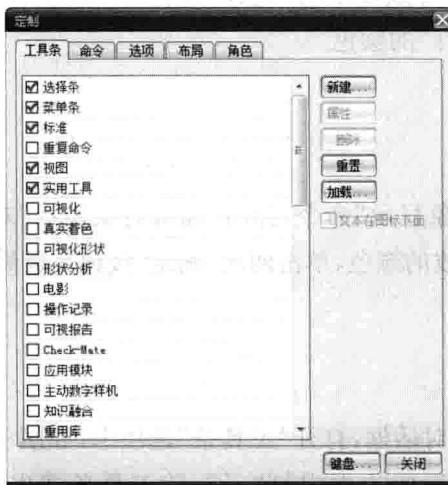

图 1.11 “工具条”选项卡
(1) 选择“工具” | “定制”命令，弹出“定制”对话框，打开“工具条”选项卡，如图 1.11 所示。选择所需的工具条，并在该工具条名称前面的方框中打“√”，该工具条即出现在屏幕上。